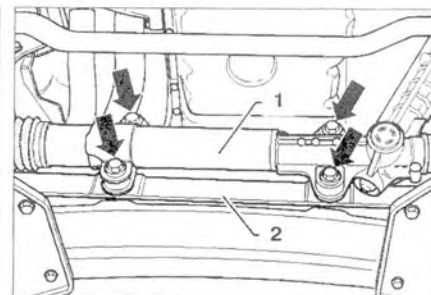

Рис. 7.13. Открутите болты крепления рулевого механизма 1 (стрелки).
9. Открутите болты крепления рулевого механизма 1 (стрелки) (рис. 7.13).